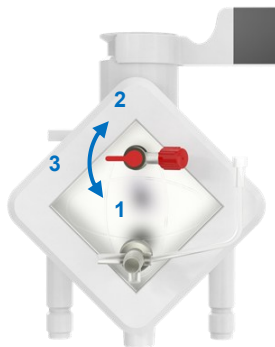

Abbildung 22 Entlüftungsventil des Oxygenators
- Drehen Sie das rote Ventil am Oxygenator nach unten in die Prä-Filter-Position (Abbildung 22, Position 1; präarterieller Filter).
- Drehen Sie das rote Ventil am Oxygenator nach oben in die Post-Filter-Position (Abbildung 22, Position 2; postarterieller Filter).
- Drehen Sie das rote Ventil am Oxygenator in die Prä-Filter-Position (Abbildung 22, Position 1; präarterieller Filter).
- Drehen Sie das rote Ventil am Oxygenator in die Post-Filter-Position (Abbildung 22, Position 2; postarterieller Filter).